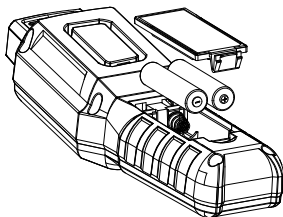

Bild 6
- a. Produkten drivs av två 1,5V AAA batterier. Se Bild 6 för att sätta i eller byta ut batterierna i den angivna ordningen.